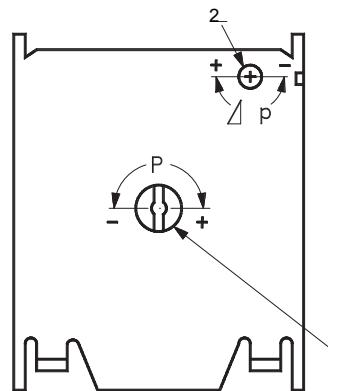

Fig. 6
$A = \text{Nombre de tours de la vis de pression de déclenchement (rep. 1), fig. 6.}$
3. Lire la valeur à l'intersection de l'échelle des chiffres. Cette valeur est le nombre de tours de la vis de la pression différentielle (rep. 2), fig. 6.